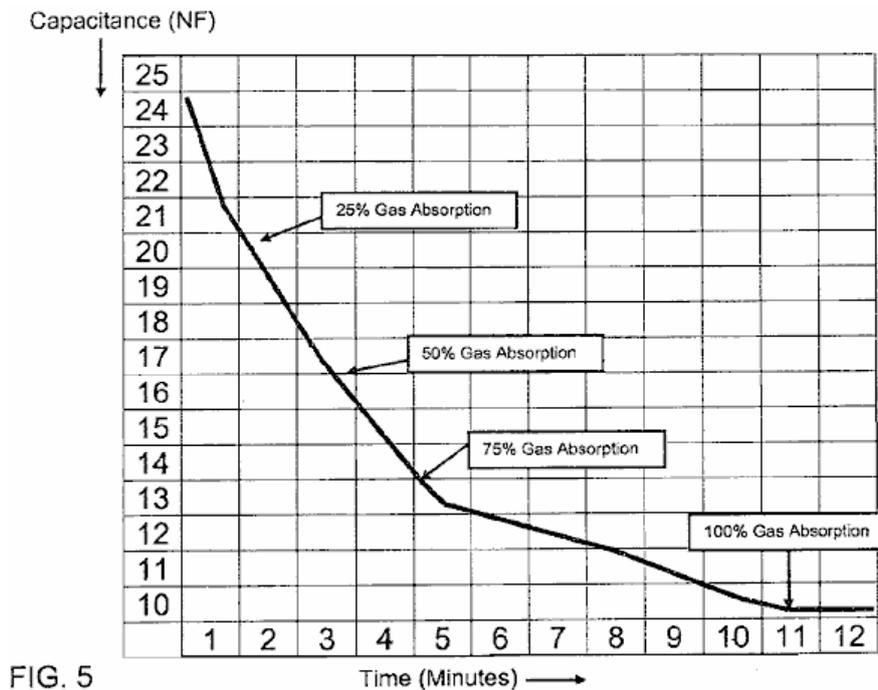

FIG. 5
**Fig.5** zeigt eine typische Absorption über Zeit-Diagramm für die Infusion von SG Gas in Wasser. Anschließend kann eine Kapazitätsniveaus in dem behandelten Wasser über einen Zeitraum von höchstens 30 Tagen zu zeigen, daß das Gas in Wasser stabil zu messen.